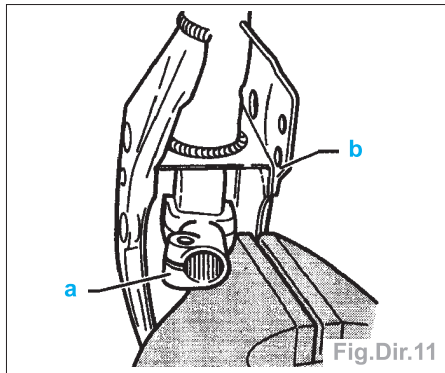

Fig.Dir.11
- Mettre le tube-enveloppe en place dans l'étai tel qu'indiqué sur la figure, de telle sorte que le joint de cardan (a) prenne appui sur l'étai et que le tube-enveloppe (b) soit poussé le plus possible vers le bas, ce qui entraîne la compression du ressort inférieur du tube de direction, serrer l'étai (Fig.Dir.11).